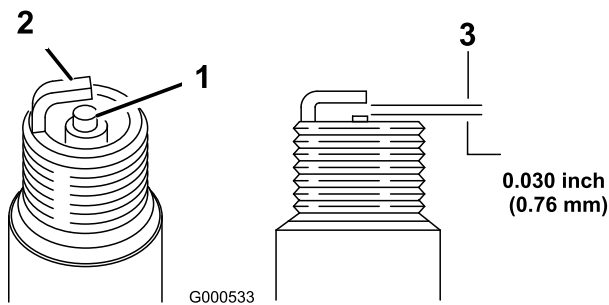

Figure 39
1. Examinez le centre de la bougie (Figure 39). Si le bec de l'isolateur est recouvert d'un léger dépôt gris ou brun, le moteur fonctionne correctement. S'il est couvert d'un dépôt noir, c'est généralement signe que le filtre à air est encrassé.
2. Contrôlez l'écartement entre l'électrode centrale et l'électrode latérale (Figure 39). Courbez l'électrode latérale (Figure 39) si l'écartement est incorrect.